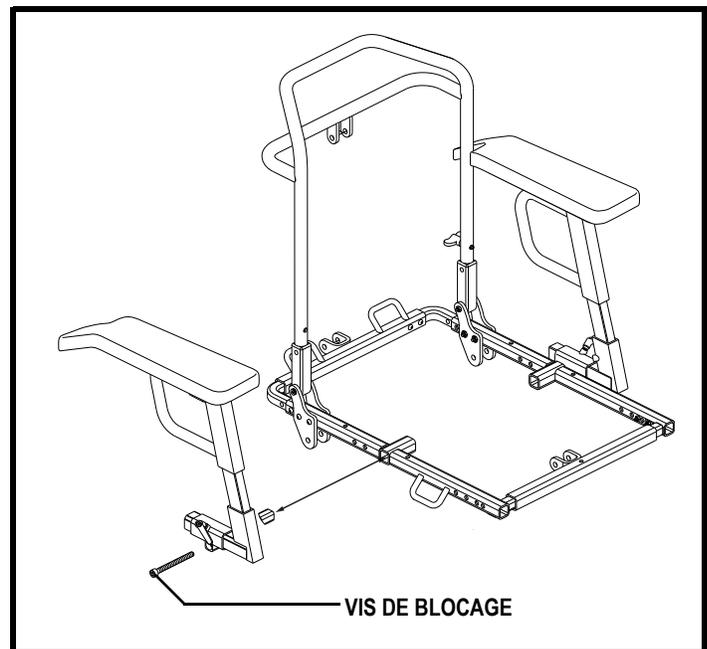

Figure 20. Réglage de la largeur des accoudoirs
1. Desserrez la vis de blocage situé à la base du support d'accoudoir. Voir la figure 20.